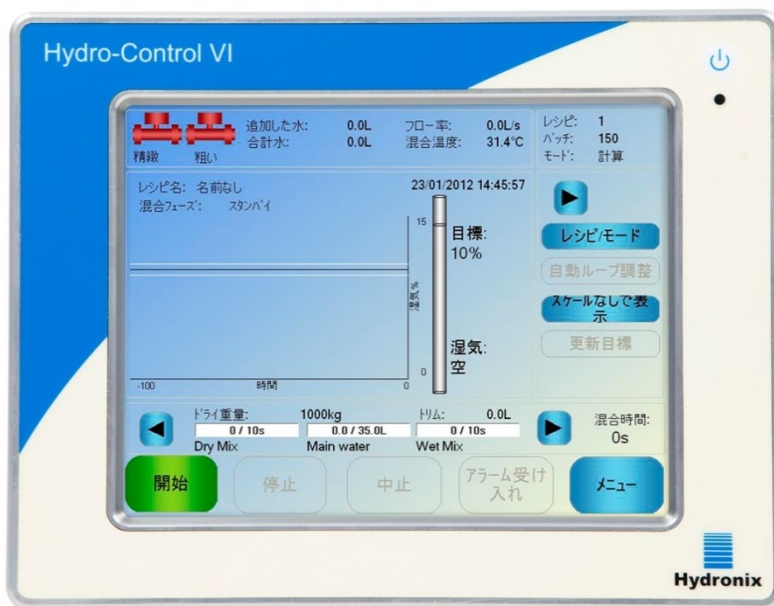

図 1: Hydro-Control VI
- パネルに正しいサイズの開口部を開けます。テンプレートは、図 1 を参照してください。